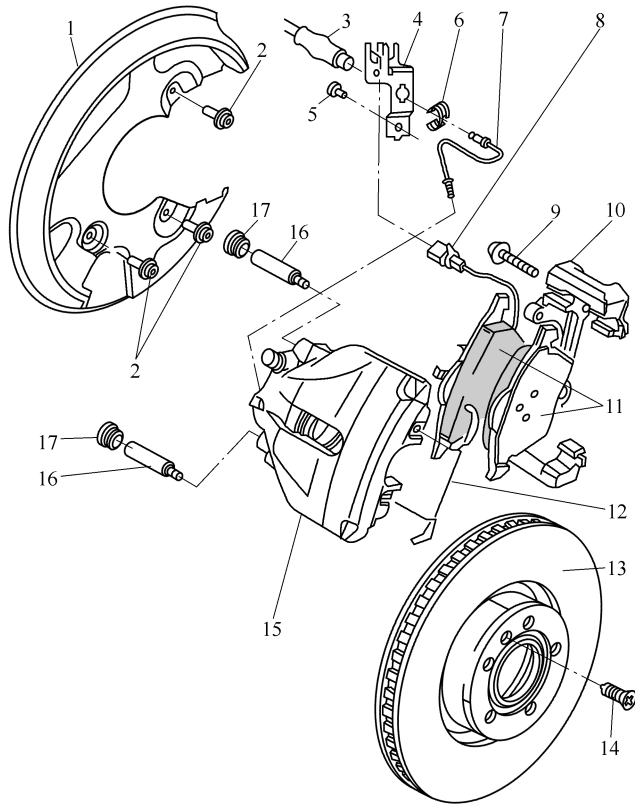

图 3-2-18 FN3 型前轮制动器的结构图
(1) FN3 型前轮制动器的结构如图 3-2-18 所示。